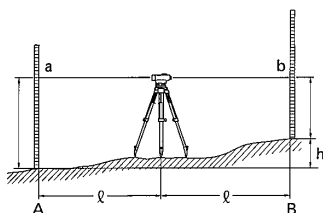

図 5.1
- 1) 地点 AB のほぼ中央にレベルを据え付けます。この時スタジア線（「5.3 距離を測定する」参照）を使用すると便利です。（図 5.1）